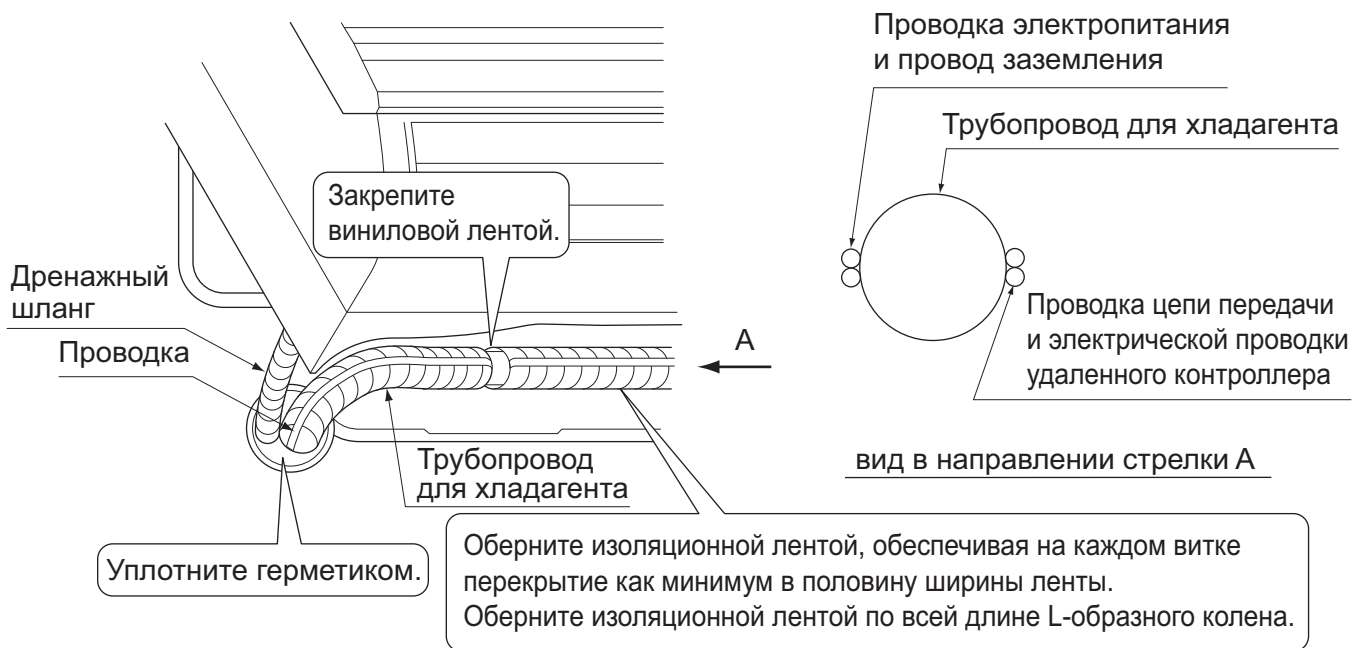

Рис. 10
(7) Пропустите проводку источника питания, проводку цепи передачи, провод заземления и проводку пульта дистанционного управления через направляющую для проводов с задней стороны на переднюю сторону внутреннего агрегата.
(8) Подсоедините трубопроводы. (См. раздел "5. РАБОТА С ТРУБОПРОВОДОМ ДЛЯ ХЛАДАГЕНТА" и рис. 10)